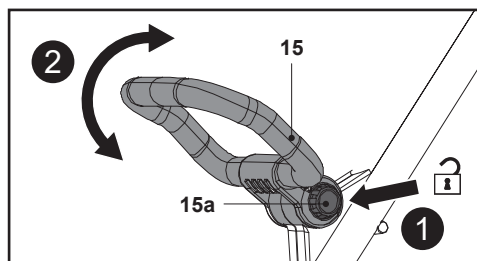

Fig. 6
1. Appuyer sur le bouton de verrouillage (15a) et le maintenir dans cette position, puis tourner la poignée secondaire (15) vers le haut ou vers le bas pour régler l'angle (Fig. 6).
2. Relâcher le bouton de verrouillage (15a) et continuer à faire pivoter doucement la poignée secondaire (15) jusqu'à ce qu'elle se verrouille. S'assurer que le système de gorges se verrouille.